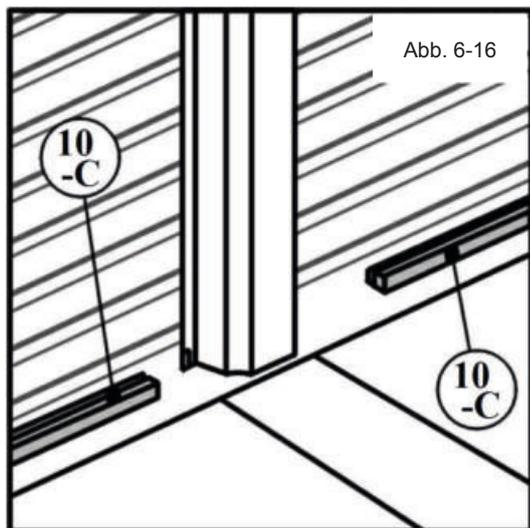
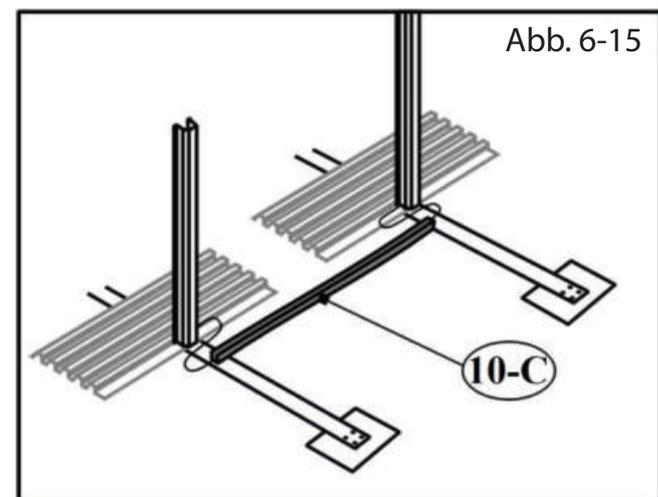

Abb. 6-16
Abb. 6-15
- b) Zwischen den seitlichen Säulen [7] sind die Bodenprofile vom Typ C [10-C] einzusetzen (Abb. 6-15). Fügen Sie die Leiste [10-C] genauso in den dafür vorgesehenen Spalt ein, wie es in den Abbildungen 6-16, -17, dargestellt wird, d. h. mit der Führungsnut nach oben und an der Beckeninnenseite sowie mit der Oberkante in den dafür vorgesehenen Spalt an der Säule [7] (Abb. 6-16, -17). Bei dem 3,7 x 5,5 m Becken gibt es keine Bodenprofile Typ C, nehmen Sie hierfür die Typ A Leisten.